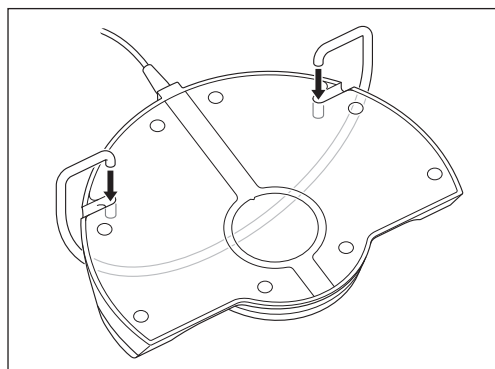

Fig. 4
- 1) Inserte el gancho del interruptor del pedal de manera que encaje correctamente en los agujeros situados en la parte posterior del interruptor del pedal (Fig. 4).